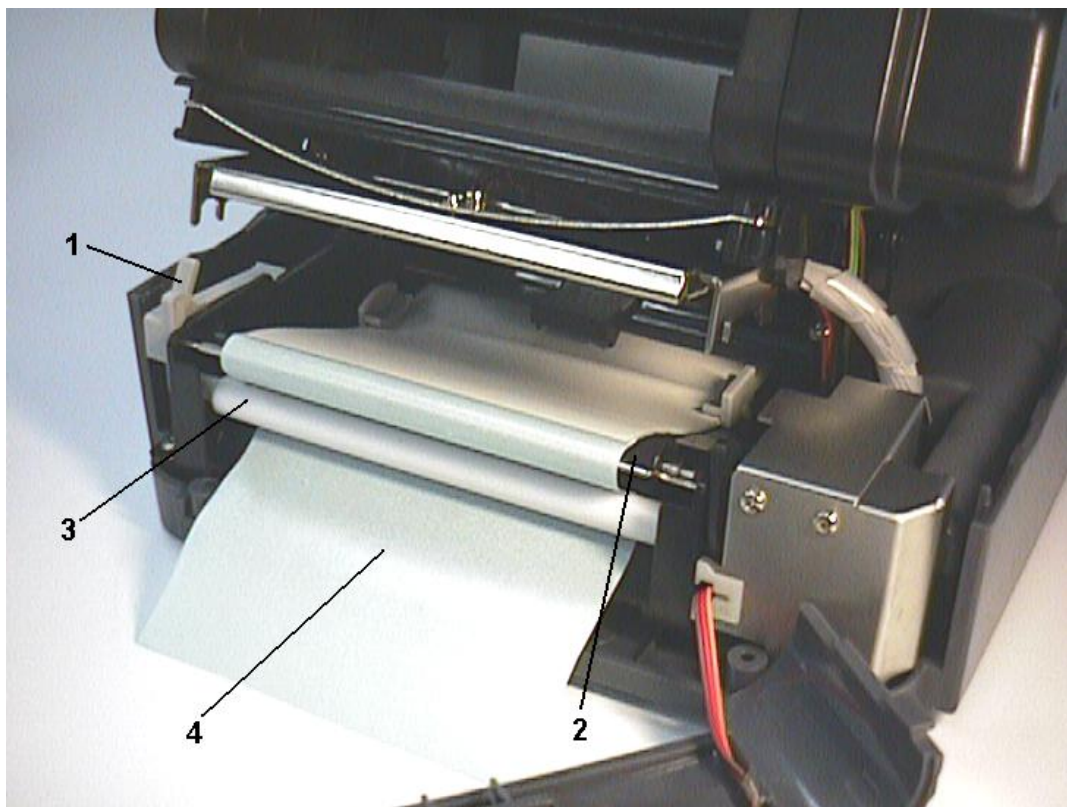

Figure 7. Configurer l'imprimante pour la fonction pré-décollage automatique
2. Détachez la toute première ou les deux premières étiquettes du support des étiquettes, en fonction du boîtier. Faites avancer le papier support entre le cylindre d'entraînement et le rouleau blanc de "pré-décollage automatique", comme illustré sur la Figure 7.